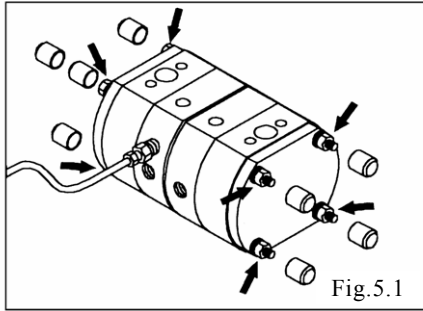

Fig.5.1
- 取下横向横拉杆两端的盖 8 处。〈Fig.5.1〉
- 拆下横向横拉杆两端的 8 处螺母，取下辅助板、外壳。〈Fig.5.1〉